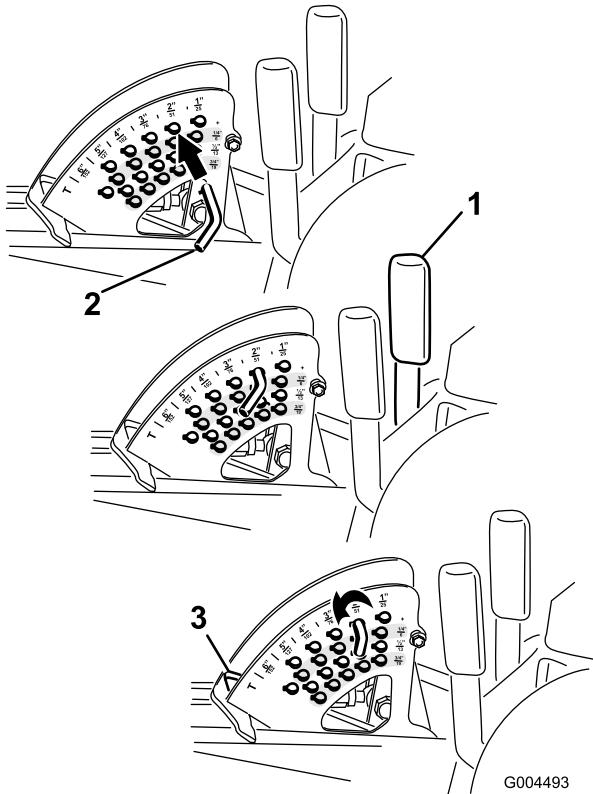

Figure 21
(voir Réglage de la hauteur de coupe), et placez-la à la position 15 cm (Figure 21).
1. Lorsque le moteur tourne, tirez le levier de commande de plateau de coupe en arrière jusqu'à ce que le plateau soit complètement relevé et **relâchez le levier immédiatement** (Figure 21).
2. Pour régler la hauteur de coupe, tournez la goupille de butée jusqu'à ce que la goupille cylindrique située à l'intérieur soit alignée sur les trous du support de hauteur de coupe et déposez-la (Figure 21).
3. Placez la goupille dans le trou du support correspondant à la hauteur de coupe voulue et tournez-la pour la verrouiller en place (Figure 21).
**Remarque:** Il y a quatre rangées de trous (Figure 21). La première rangée donne la hauteur de coupe indiquée au-dessus de la goupille. La